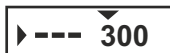

Fig.6
- Ruotando il controller scegliete la voce **“---”** (distanza nuova) (vedi fig.6).